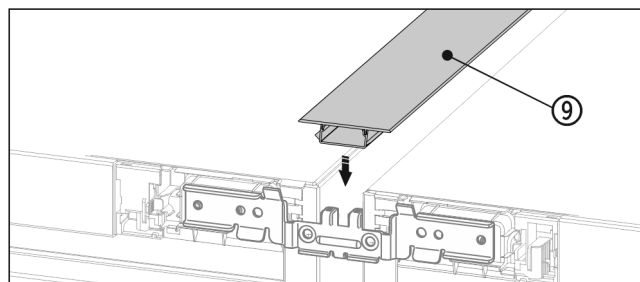

Fig. 20
- ▶ Auf der Oberseite die kurze Abdeckleiste Fig. 20 (9) in den horizontalen Spalt drücken.